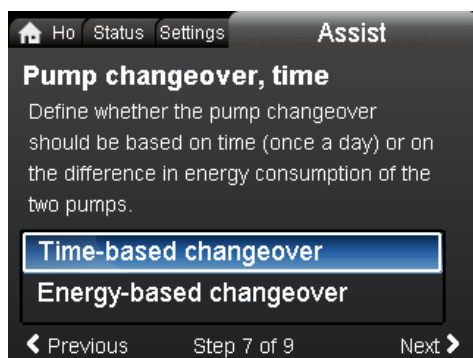

Рис. 47 Переключение
10. Если головные части будут использоваться поочередно, можно выбрать переключение по времени или энергопотреблению. См. рис. 47.